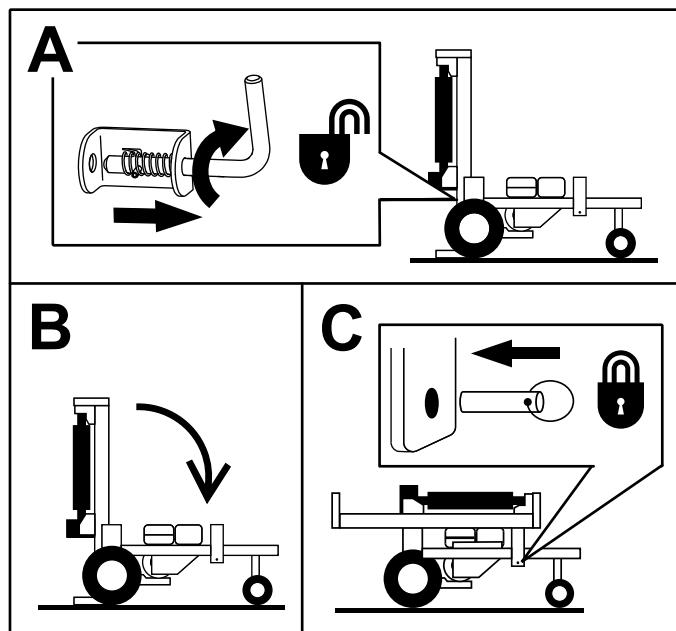

Figura 11
1. Tournez le levier de verrouillage de la position verticale en position ouverte (Figura 11).
2. Faites pivoter le rail avec précaution à la position horizontale (Figura 11).
3. Insérez la goupille de verrouillage pour fixer le rail (Figura 11).